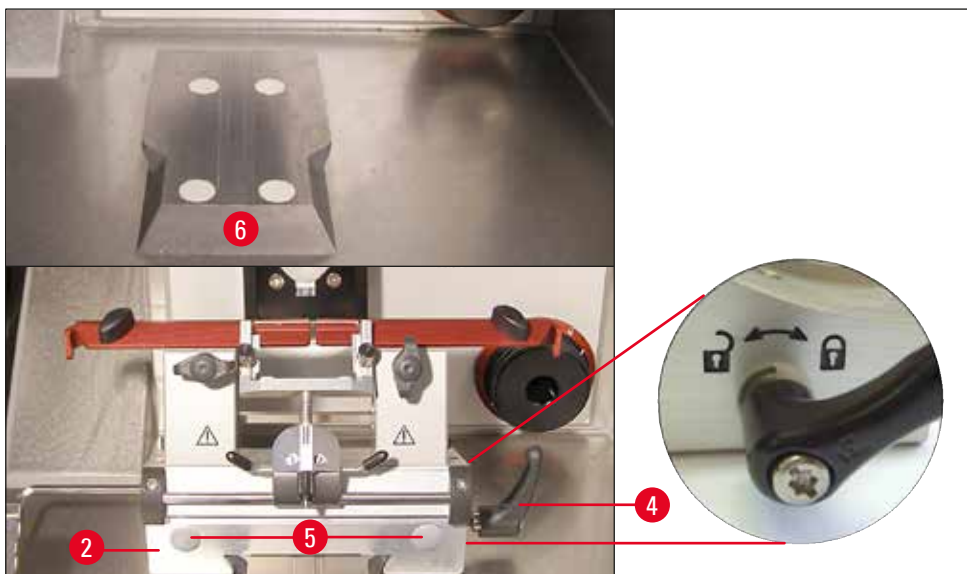

Fig. 25
- Premere la base portalama (→ Fig. 25-2) sulla guida a coda di rondine (→ Fig. 25-6) dalla parte anteriore e bloccarla mediante la leva di blocco (→ Fig. 25-4). Spostare la leva di blocco in senso orario (verso il simbolo del lucchetto chiuso) sul lato destro della base del portalama (vedi dettagli in (→ Fig. 25)). Per spostare la base, aprire solo leggermente la leva di blocco per evitare che scivoli accidentalmente nella direzione della testa del preparato! Spostare la leva di blocco in senso antiorario (verso il simbolo del lucchetto aperto) sul lato destro della base del portalama (vedi dettagli in (→ Fig. 25)).